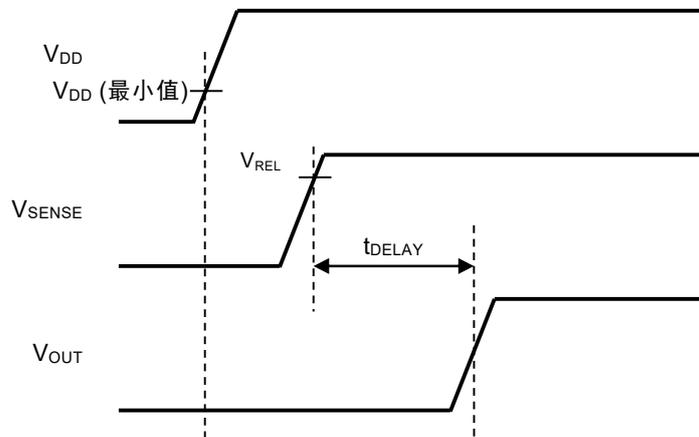

图23
- (1) 按V_{DD}端子、SENSE端子的顺序接通 (参阅图23)
- (2) V_{DD}端子和SENSE端子同时接通